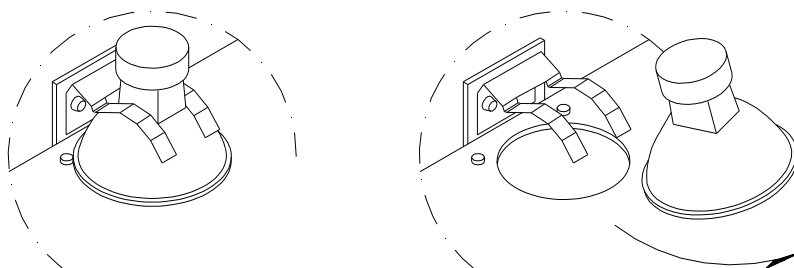

Figura 15 – Deslizar hacia afuera la lámpara
- deslice hacia fuera la lámpara de su asiento, como se muestra en la Figura 15